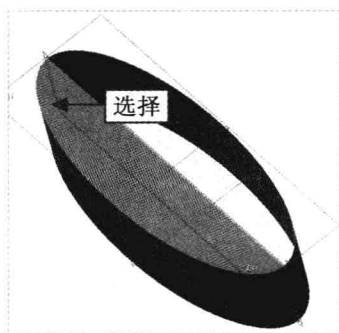

图 10-20 选择 TOP 基准平面
Step 03 在绘图区选择 TOP 基准平面,如图 10-20 所示。